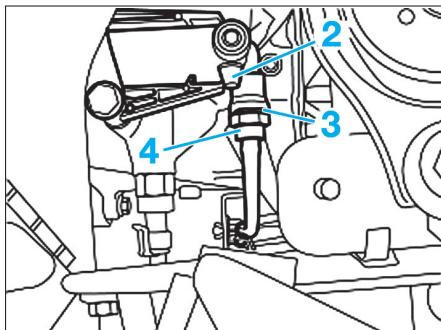

Fig. 16
- Retirer le bouchon de protection (1) et relier le dispositif de recyclage (tuyau et réservoir) au purgeur situé sur l'actionneur hydraulique d'embrayage (**Fig.16**).